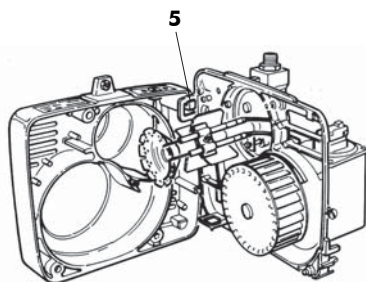

fig.3
- Agganciare la piastra portacomponenti nella posizione di servizio **5** ed eseguire la manutenzione alla testa di combustione (fig.3).